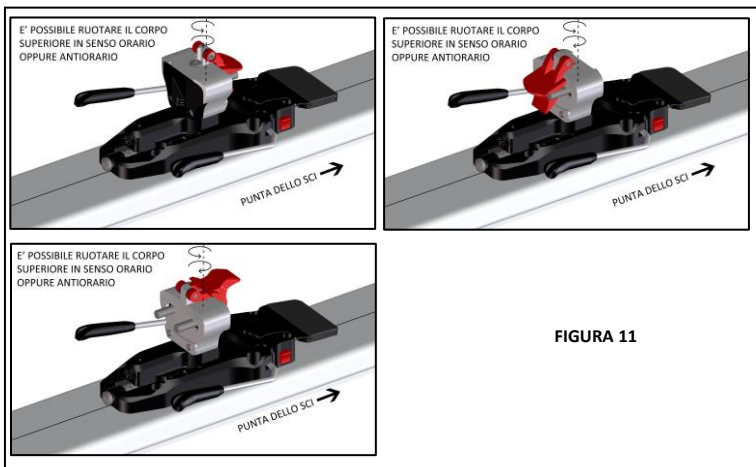

FIGURA 11
- Posizionare la talloniera in una delle configurazioni illustrate in **FIGURA 11** ruotandone manualmente il corpo superiore o lo sportellino alzatacco.